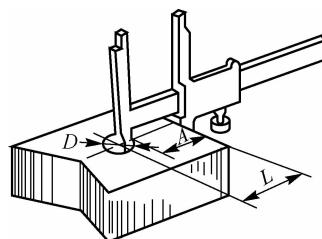

图 1-3 测量孔与侧面的距离
(2) 测量孔中心线与侧平面之间的距离。用游标卡尺测量孔中心线与侧平面之间的距离 L 时,先要用游标卡尺测量出孔的直径 D,再用刀口形量爪测量孔的壁面与零件侧面之间的最短距离,如图 1-3 所示。